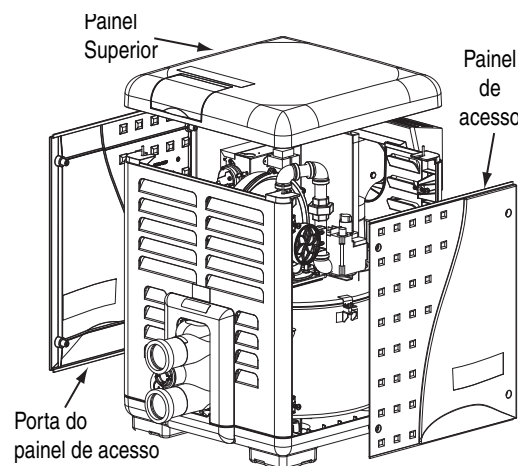

Figura 32.
1. Solte e remova os painéis de acesso (Figura 32).